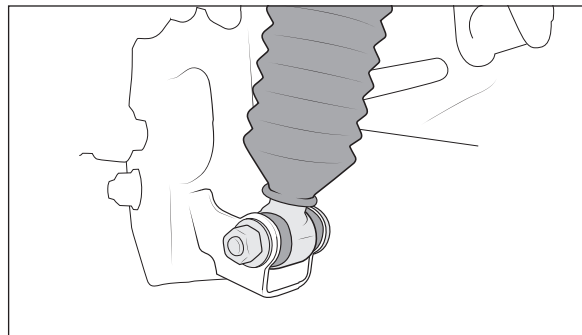

Figure 10
12. Setze die untere Stoßdämpfermutter und die Schraube wieder ein und ziehe sie fest (Abb.10).